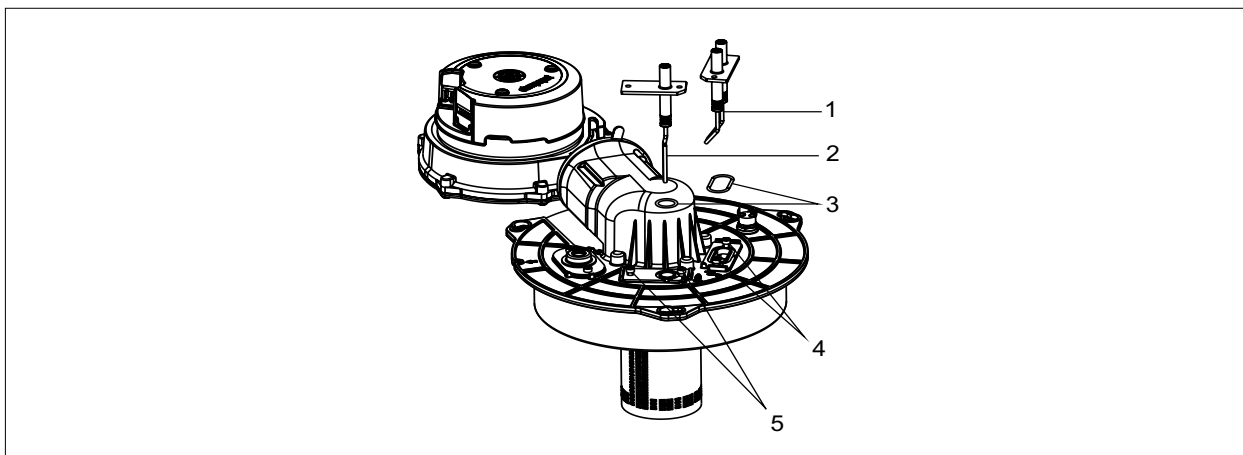

Fig. 6.3 Cambiar electrodos
- ▶ Desmontar los electrodos (véase Fig. 6.3 Cambiar electrodos)
- ▶ Apretar los tornillos de fijación (5) Fig. 6.3 con un par de 3 Nm.
- ▶ Apretar los tornillos de fijación (4) Fig. 6.3 con un par de 3 Nm.